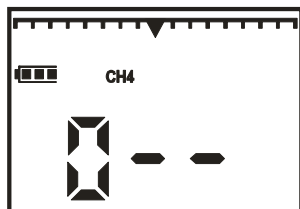

Рисунок 1.3
1) на воздухе, не содержащем горючих газов, перевести газоанализатор в режим "ПОДСТРОЙКА НУЛЯ". Для этого необходимо при нажатой кнопке "РЕЖИМ" включить газоанализатор. После появления на индикаторе надписи "0 - -" отпустить кнопки (рисунок 1.3).
1) при нажатой кнопке "РЕЖИМ" включить газоанализатор. После появления на индикаторе надписи "0 - -" отпустить кнопки (рисунок 1.3);